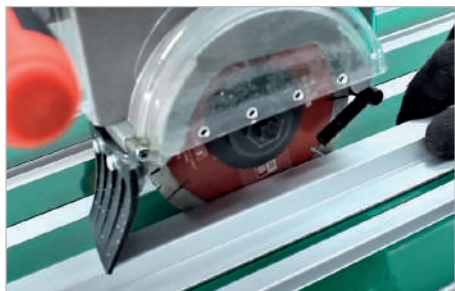
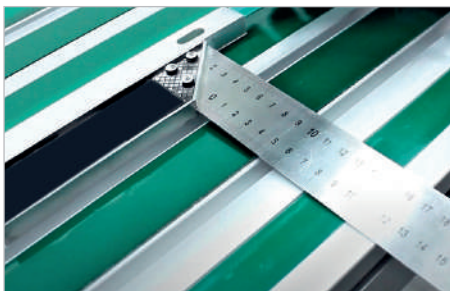

рис.9
рис.10
8.1 Приложите упорную планку к диску так, чтобы диск находился по центру планки. (рис.9) Возьмите угольник измерьте расстояние от края стола справа и слева от диска.(рис.10) Числовые значения при правильно выставленном положении диска должны совпадать. Если значения не совпали - необходимо произвести регулировку.